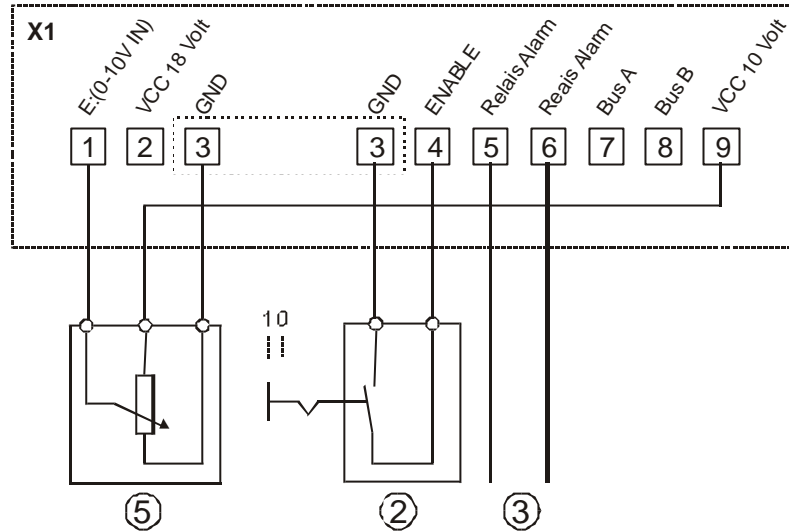

Bild 7
Bei der Betriebsart manuelle Drehzahlvorgabe kann durch ein externes Potentiometer ⑤ die Drehzahl des Ventilators stufenlos von 0-100% eingestellt werden (siehe **Bild 7**).